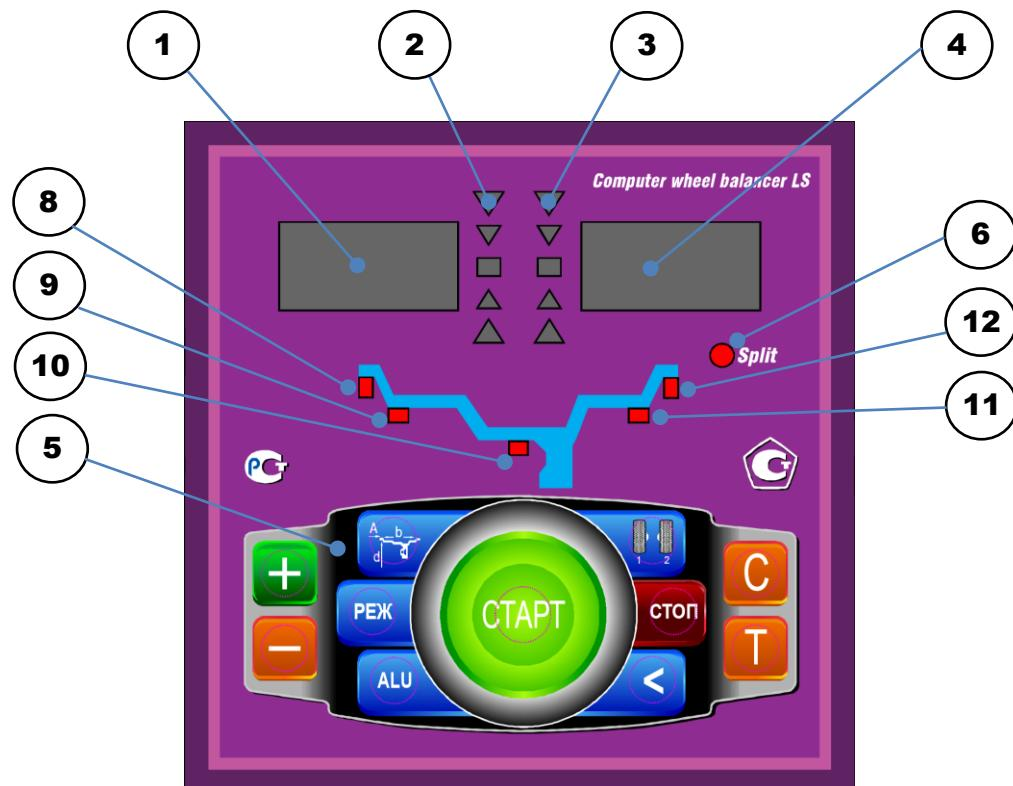

рис.8.1.
8.1. Общий вид лицевой панели показан на рис. 8.1.
При выдвижении штанги на индикаторах 1 (рис. 8.1) отображается значение параметра "A". Значение параметра "d" отображается на индикаторах 4.
Для ввода ширины нажмите кнопку "+" или "-" на индикаторах 1(рис.8.1) высветится "-b-", а на индикаторах 4
Дважды нажать кнопку "A, d, b", после чего на индикаторах 1 (рис.8.1) загорается символ "A", а на индикаторах 4 исходная величина дистанции. Нажимая кнопки "-" и "+" установить на индикаторах 4 требуемую величину дистанции. Через 2-3 сек после установки дистанции показания на индикаторах 1 и 4 возвращаются к отображению текущего дисбаланса, а кнопки "-" и "+" возвращаются в режим ввода ширины обода.
11.1. Переключение схем ALU1-ALU5 осуществляется последовательным нажатием кнопки "ALU" при этом схема установки грузов отображается загоранием соответствующих светодиодов 8-12 (рис.8.1), кроме того, на индикаторах 1 отображаются символы ALU, а на индикаторах 4 номер 1-5. Через 2-3 сек. после установки требуемой программы ALU индикаторы 1-4 переходят в режим отображения дисбаланса.
12.3. Для входа в программу Split нажмите кнопку РЕЖ, после чего загорается светодиод 6 (рис.8.1) и на индикаторах 1 загораются символы "SPn", означающие, что необходимо ввести число спиц обода колеса, подлежащего балансировке. При этом на индикаторах 4 загорается цифра 5. Если число спиц колеса отличается от 5, кнопками "-" и "+" установите на индикаторах 4 фактическое число спиц колеса.
12.4. Запустите СБ. После остановки вала установите любую спицу обода колеса вертикально вверх (на 12 часов) и нажмите кнопку С. После чего, на индикаторе 1 и линейке 2 (рис.8.1) будут указаны величина и место установки корректирующего груза на внутренней плоскости.
Эта функция обеспечивается тем, что каждый раз при вводе новых геометрических параметров и установке требуемой программы ALU, предыдущее состояние запоминается. Для перехода от одного набора параметров к другому необходимо нажать кнопку "1-2". Визуальный контроль того, какие параметры установлены в данный момент, осуществляется нажатием "A,d,b" на индикаторах 4 (рис.8.1) будут последовательно отображены, установленные в данный момент диаметр и ширина обода и дистанция.
14.1. При включении тумблера питания СБ на индикаторах 1 (рис. 8.1) высвечивается трёхзначное число -номер версии программного обеспечения. Через 2-3 сек на индикаторах 1 и 4 должны загореться нули, кроме того должны загореться светодиоды 8 и 12, что свидетельствует о включении режима стандартной балансировки с установкой на обеих плоскостях коррекции грузиков на пружинках. На линейках 2 и 3 (рис. 8.1) должны загореться центральные светодиоды.
14.2. При включении СБ программа измерения дисбаланса настраивается таким образом, что дисбаланс менее 8 г (заводская установка) на любой плоскости коррекции не показывается, в этом случае на индикаторах 1 и 4 (рис. 8.1) высвечиваются "0". Минимальный дисбаланс отображающийся на индикаторах 1 и 4 равен 8г. Дисбаланс, превышающий 8г, округляется до величины кратной 5, т. е. дисбаланс 9, 10, 11 и 12 г отображается цифрой 10, дисбаланс 13, 14, 15, 16 и 17 г - цифрой 15 и т. д. Для просмотра неокруглённого значения дисбаланса или дисбаланса менее 8г. необходимо нажать кнопку "<", при этом на индикаторах 1 и 4 на 2-3 сек высвечиваются фактические значения дисбаланса, определённые в данном запуске.
14.5.1. Поднимите защитный кожух. Вручную поворачивайте колесо, при этом свечение светодиодов на линейках 2 и 3 (рис. 8.1.) будет перемещаться, и в какой-то момент на одной из линеек загорятся все светодиоды и цвет их свечения сменится на зелёный.